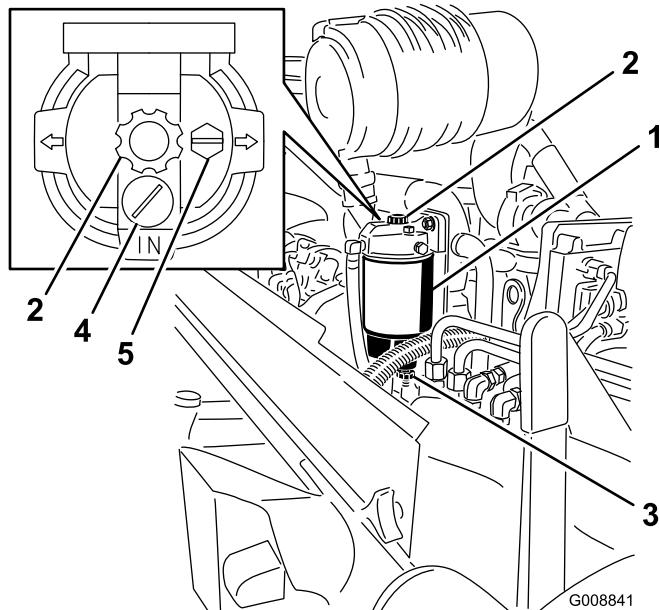

図 62
1. 燃料フィルタの下に汚れのない容器をおく図62。
2. ドレンプラグを開き、ポンプを作動させて、たまっている異物を容器に出す図62。
2. ベントプラグをゆるめるとドレンプラグが開き、燃料とともにたまっていた異物がでてくる図62。